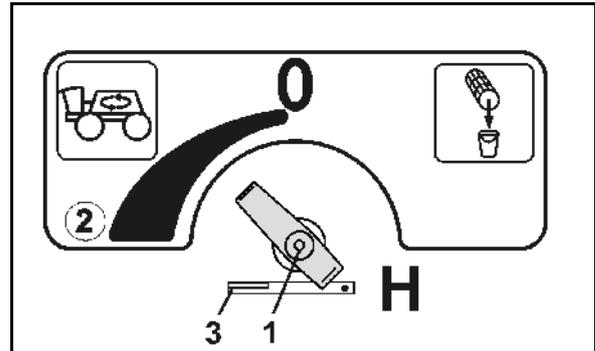

Fig. 79
- Das Zusatz-Rührwerk ist am Einstellhahn (Fig. 79/1) einzustellen.
Ausgeschaltet ist das Zusatz-Rührwerk in Einstellhahn-Position 0. Die größte Rührleistung ergibt sich in Position (Fig. 79/2).
Sicherung für Ablassfunktion des Druckfilters (Fig. 79/3).